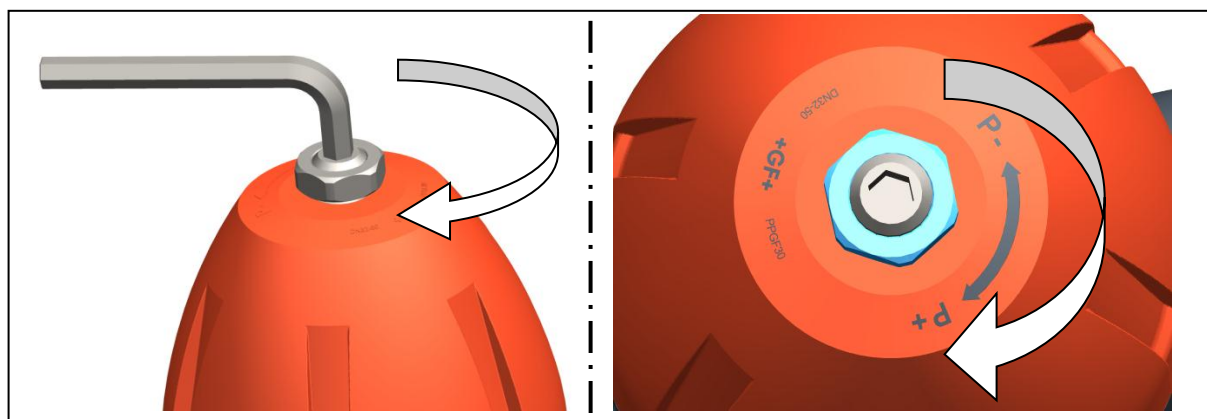

Abb. 4
- ▶ Um Sollwert zu erhöhen: Feder spannen. Dazu Spindel im Uhrzeigersinn drehen, siehe Abb. 4